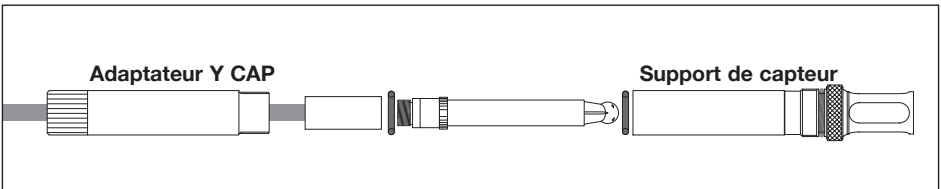

FIG. 7 Montage d'un capteur de pH (type pH12)
3.8.1 Montage d'un capteur 12mm (type pH12 Fig. 7)